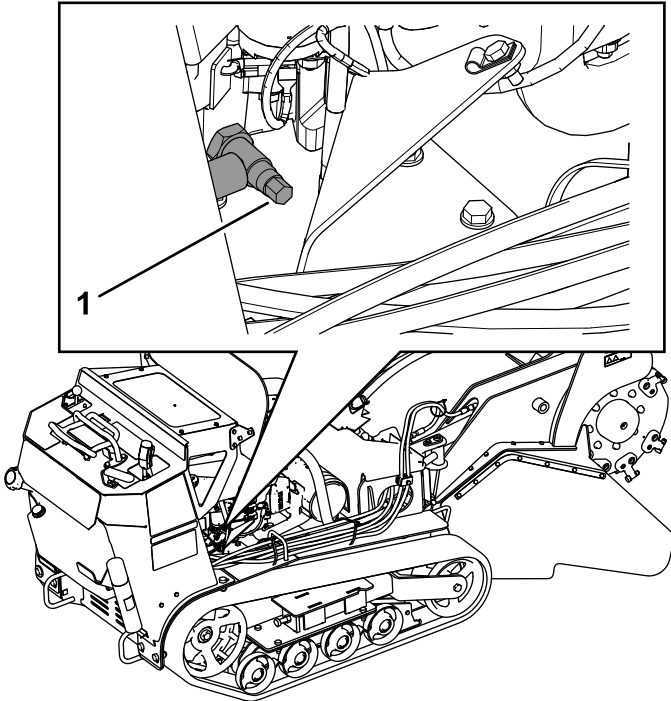
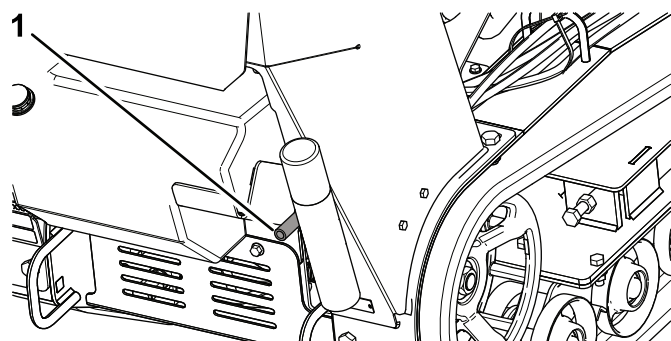

Bild 32
Bild 33
5. Stellen Sie eine Auffangwanne unter den Ablassschlauch. Drehen Sie das Ölablassventil, damit das Öl ablaufen kann (**Bild 32** und **Bild 33**).